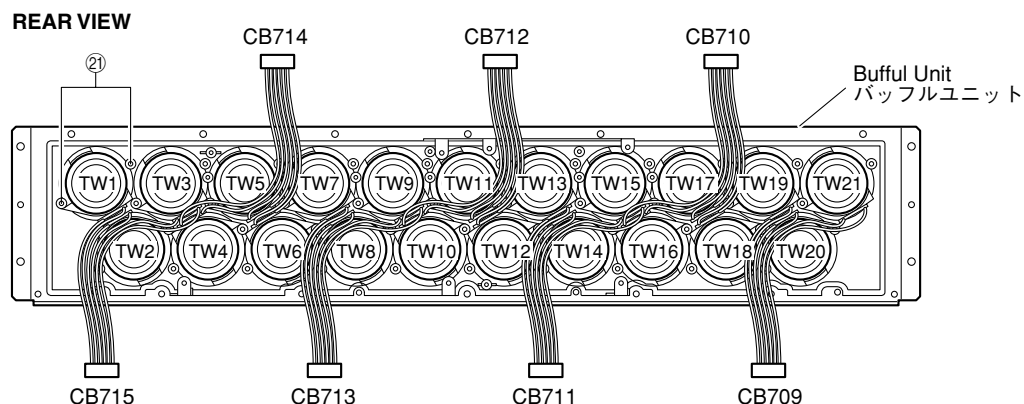

Fig. 7
- a. Remove 2 screws/piece (21). (Fig. 7)
- b. Remove the Driver (Tweeter). (Fig. 7)
- a. ⑳のネジ2本/個を外します。(Fig. 7)
- b. スピーカーユニット(ツイーター)を取り外します。(Fig. 7)
**Caution :** Make sure that all the removed Driver (tweeter) parts are reinstalled at specified positions. (Fig. 7)
**注意 :** 取り外したスピーカーユニット(ツイーター)はすべて決められた位置に取り付けてください。(Fig. 7)